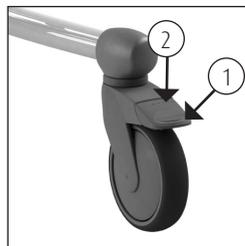

Figura 1 Ruota girevole.
- Il freno può essere azionato sul Flexo spingendo verso il basso il labbro blu (1) sulla ruota (vedere figura 1).
- Per togliere il Flexo dal freno, lo stesso labbro della ruota deve essere spostato verso l'alto battendo sul lato superiore del labbro (2) (vedere figura 1).